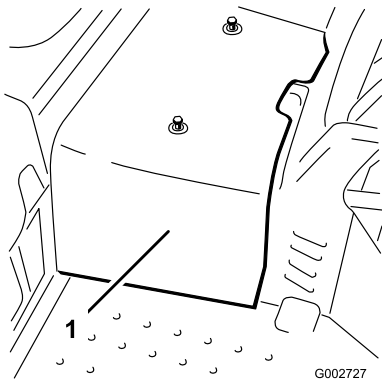

Figura 41
2. Allentate le 2 viti che fissano la protezione centrale alla macchina, e togliete la protezione (Figura 41).